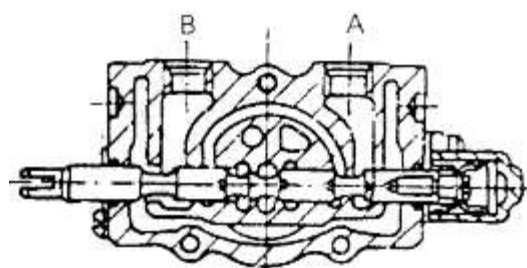

Рис. 7-4
(3) Вытянутое положение золотника (Рис. 7-4)